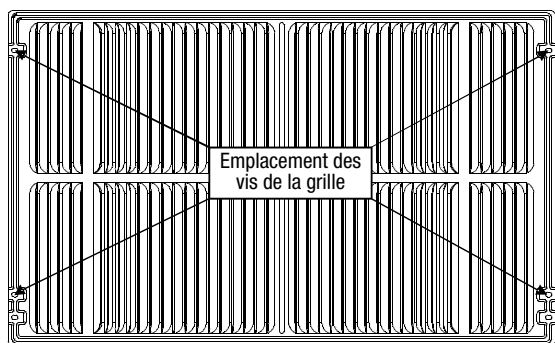

FIG. 2
4. Si l'appareil n'a pas été pré-percé (certains modèles), percez soigneusement des trous de 4-1/8 po à travers la grille et dans la bride latérale de l'appareil à environ 1 1/2 à 2 po du haut et du bas comme sur la Fig. 2 et la Fig. 3. (Veillez à ne pas percer dans les serpentins d'échange thermique en cuivre).